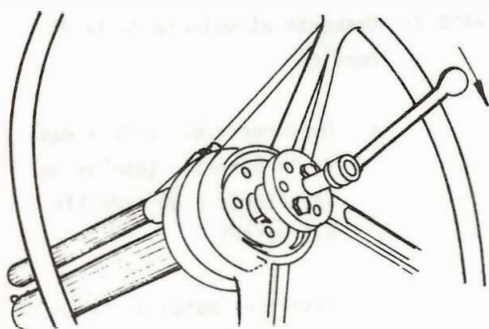

Fig. 1b
- e. Coloque el extractor y desmonte el volante de la dirección (fig. 1b).